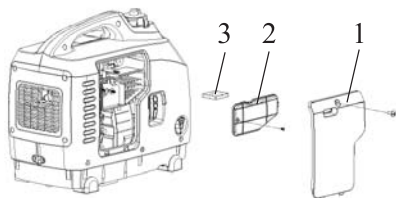

рис. 5
7.4.1 Открутите винты и демонтируйте крышку 1 (рис. 5). При отделении крышки от корпуса не повредите уплотнение. Выньте крышку воздушного фильтра 2 (рис. 5) Снимите фильтрующий элемент 3 (рис. 5).